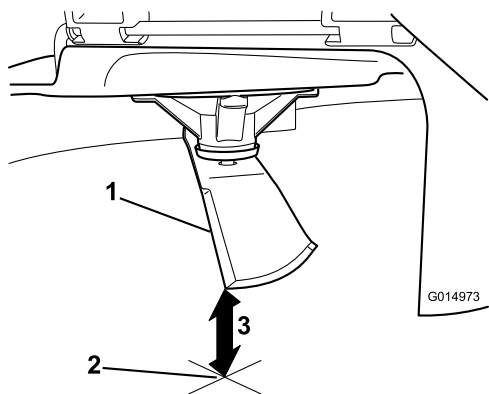

Bild 61
5. Messen Sie von der Messerspitze bis zu ebenen Fläche (**Bild 61**).